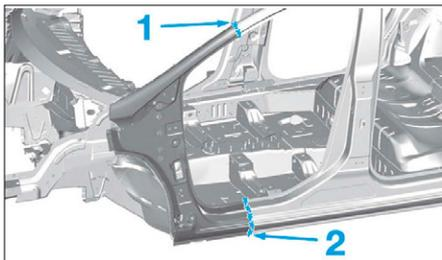

FIG. 42
- Tracer en (1) et (2) puis découper à l'aide d'un couteau électrique (Fig.42).